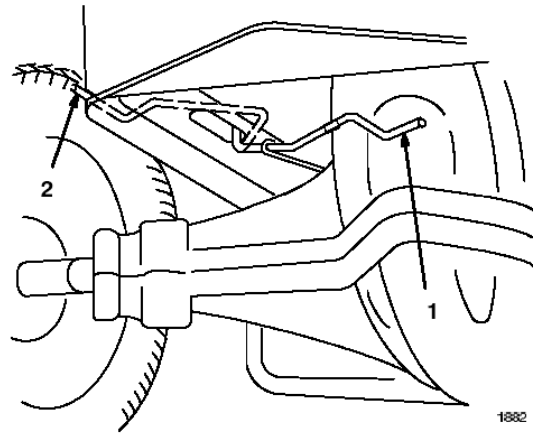

图7
2、将驱动控制放在“PUSH”推的位置。（图7）
4、将驱动控制放在“Operate”操作位置（图7）拖拉机向前再向后行进5英尺。重复3次。